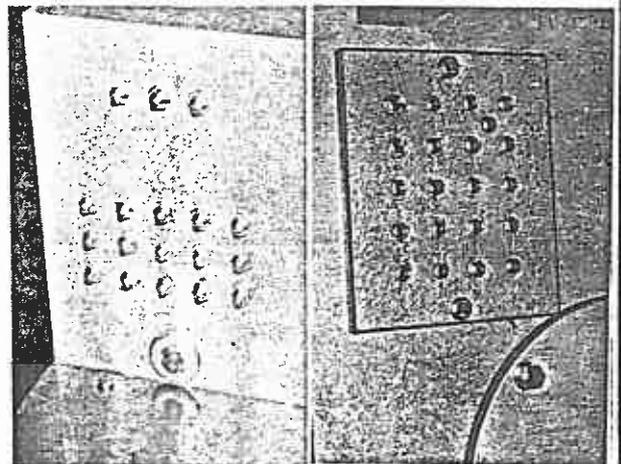

Bild 42
- Schmierleiste (Bild 42/links) auf der Rückseite des Gehäuses der Foldstation.
- Schmierleiste (Bild 42/rechts) auf der Rückseite des Schnecken-trog-Antriebsgehäuses.